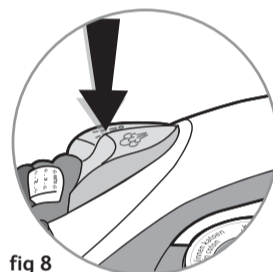

fig 8
- Quand vous repassez à la vapeur ou à sec, appuyez plusieurs fois de suite sur la touche Spray pour humidifier le linge (fig 8) et enlever les plis résistants.